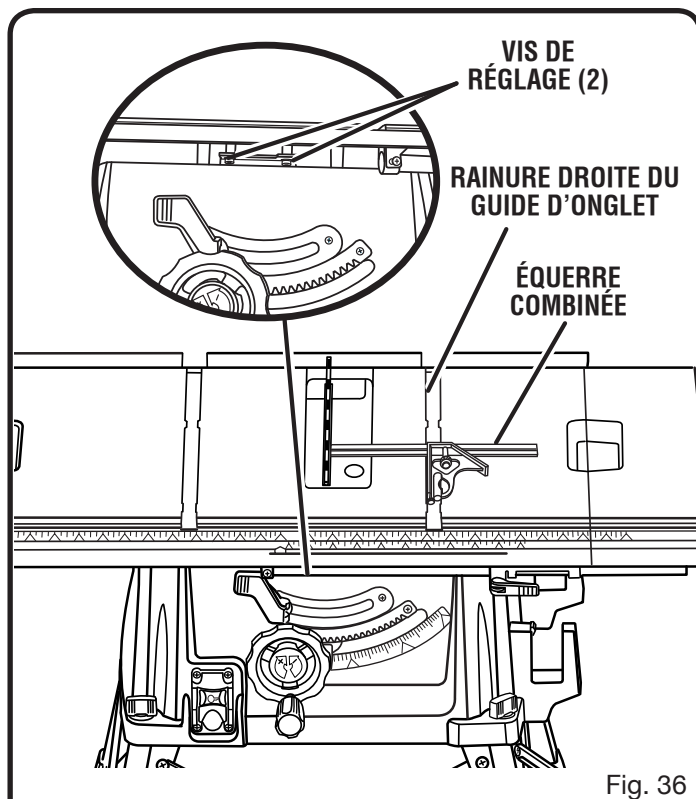

Fig. 36
Voir les figures 36 à 38.
- Tracer un repère à côté de l'une des dents de l'avant de la lame. Placer une équerre de charpentier au ras de l'avant de la table et du côté de la lame, comme illustré à la figure 36.